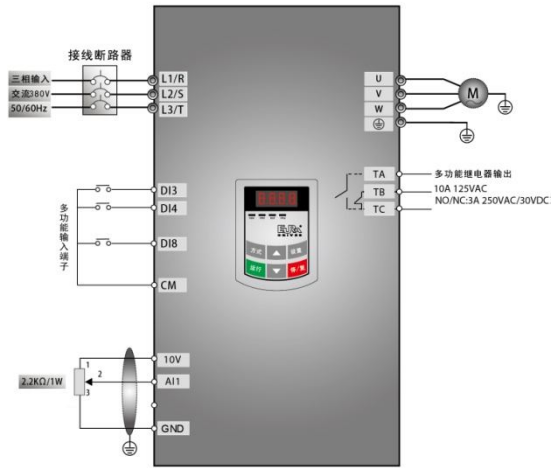

图 5-3 接线图 3
- (1) 按图 5-3 配线，检查接线正确后，合上空气开关，变频器上电。注意：外部模拟信号设定电